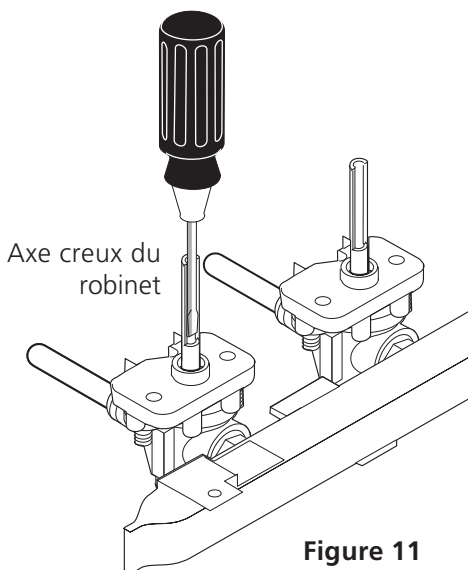

Figure 11
4. Réglez la position LOW ou SIMMER (Figure 11)